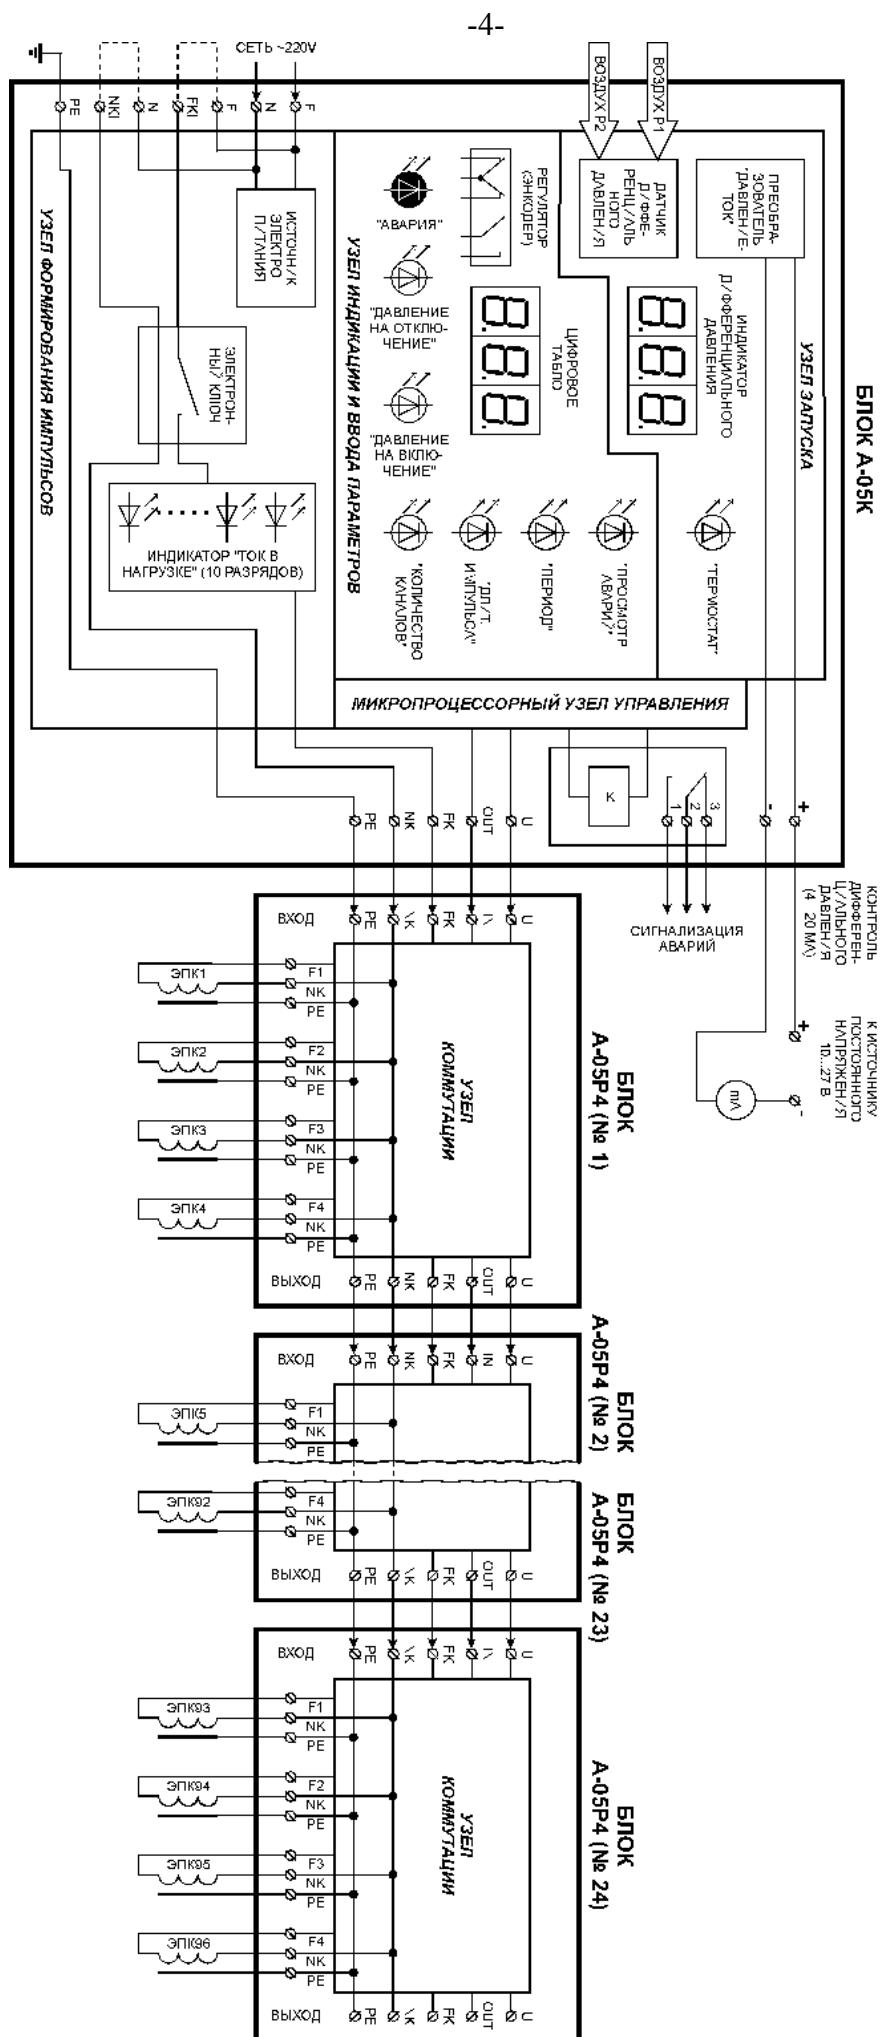
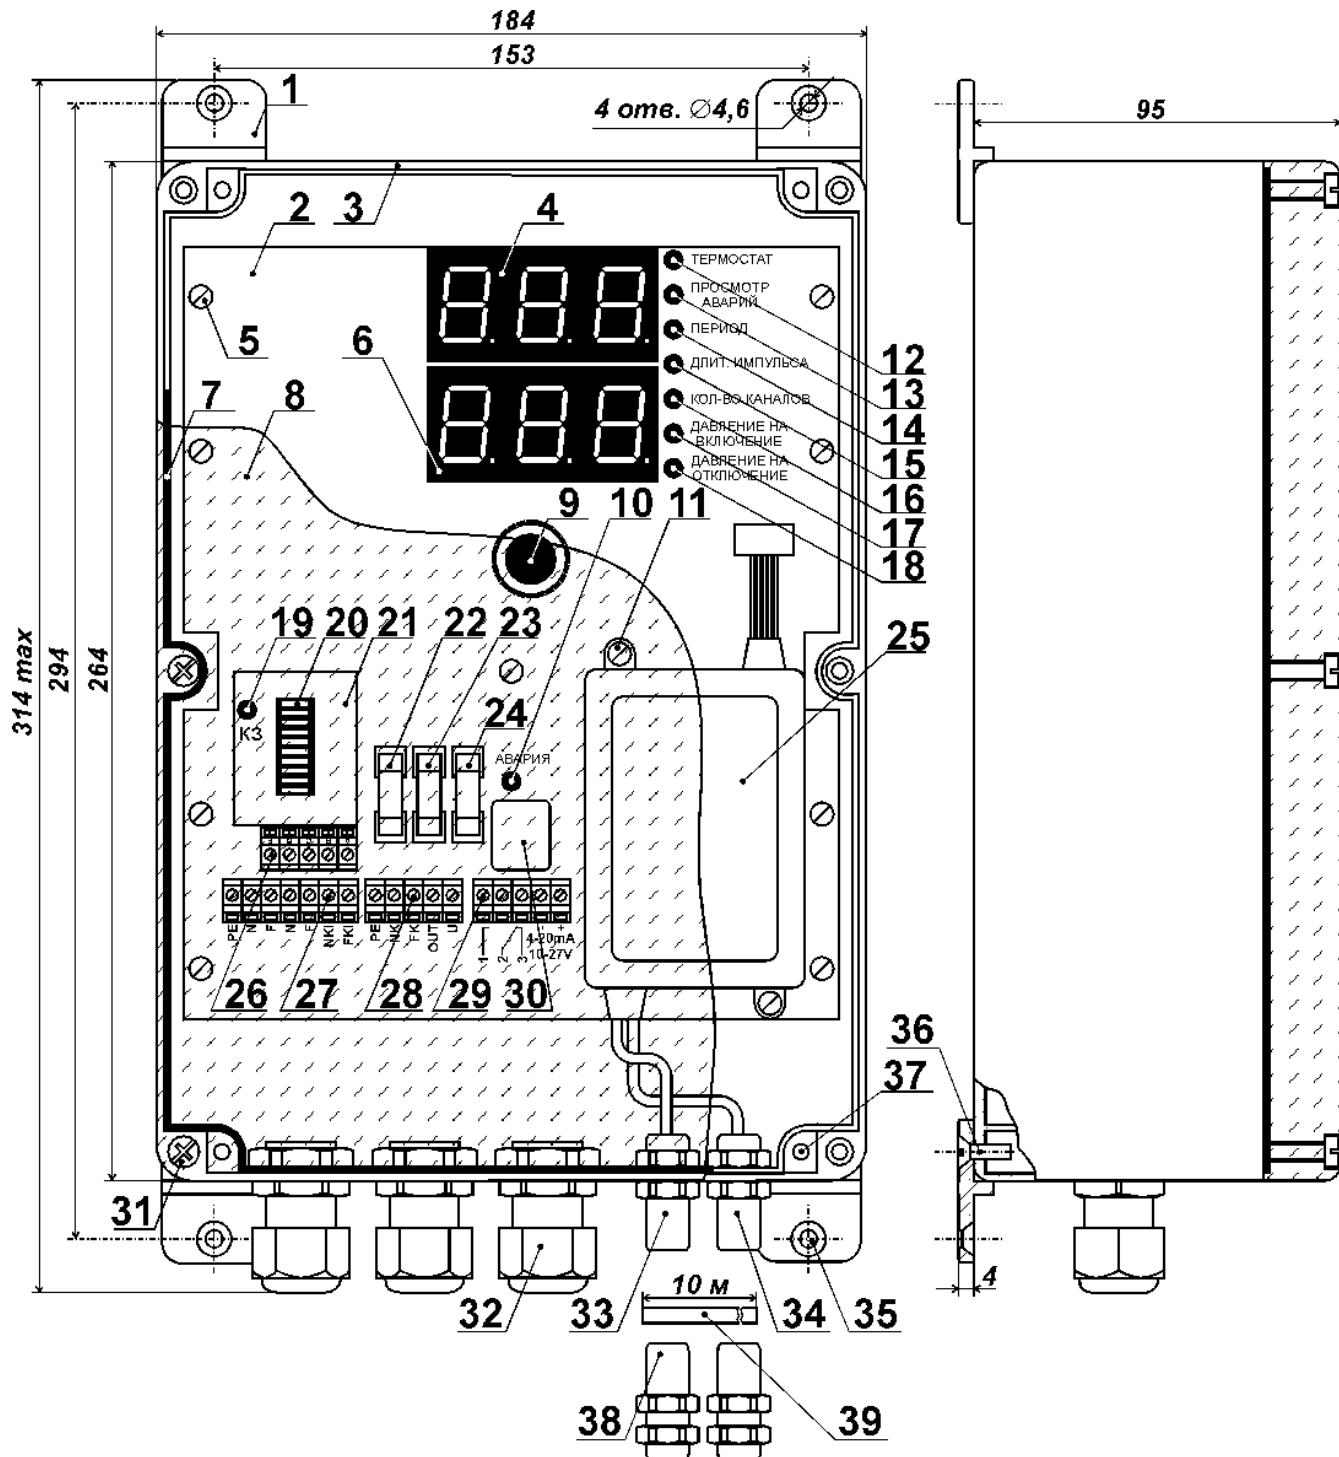
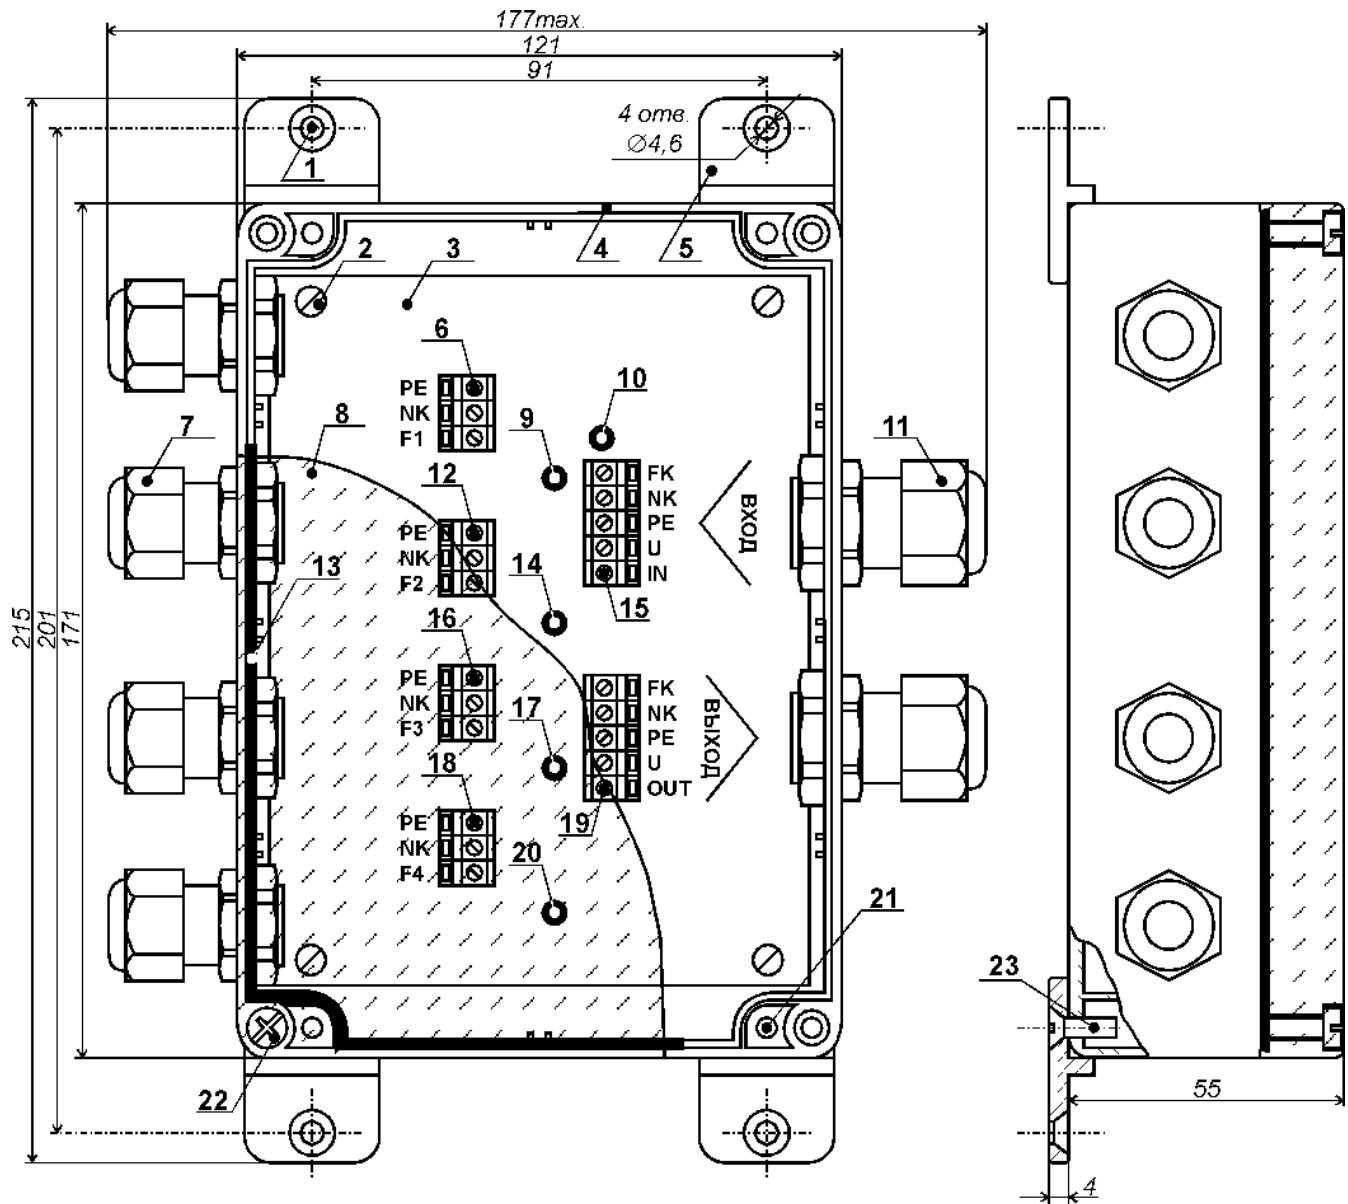

Рис. 1. Работа системы управления регенерацией 96-ручьевого фильтра-циклона.
Рис. 2. Конструкция блока А-05К.
Рис. 3. Конструкция блока А-05Р4.
На рис. 1 показана система, предназначенная для управления регенерацией 96-рукавного фильтра. В данном варианте в состав системы входит максимально возможное количество блоков А-05Р4 – 24 штуки. Все они последовательно соединяются друг с другом, а блок А-05Р4 (№ 1) подключается к блоку управления А-05К.
Процесс регенерации начинается, когда дифференциальное давление превысит пороговое значение («ДАВЛЕНИЕ НА ВКЛЮЧЕНИЕ»). ЭЛЕКТРОННЫЙ КЛЮЧ выдаёт в линию связи импульсы с заданными длительностью и периодом, а также обеспечивает защиту блока от токовых перегрузок и коротких замыканий в цепях ЭПК. Амплитуда импульса определяется напряжением на клеммах «FKI» «NKI». Если ЭПК рассчитаны на подключение к промышленной сети переменного тока, то эти клеммы следует перемычками (показаны пунктиром на рис. 1) соединить с клеммами «F» и «N» соответственно. При использовании других ЭПК на клеммы «FKI» и «NKI» подаётся необходимое напряжение от внешнего блока питания. ИНДИКАТОР «ТОК В НАГРУЗКЕ» позволяет визуально сравнить между собой токи потребления различных ЭПК. ИСТОЧНИК ЭЛЕКТРОПИТАНИЯ формирует необходимые для работы блока напряжения, а также совмещает начало импульса регенерации с моментом перехода сетевого напряжения через ноль.
Конструкция блока А-05К показана на рис. 2.
Конструкция блока А-05Р4 показана на рис. 3.
Для соединения с блоком А-05К или предыдущим (по рис. 1) блоком А-05Р4 служит входной клеммный ряд [поз. 15]. К выходному клеммному ряду [поз. 19] подключается блок А-05Р4 со следующим (по рис. 1) порядковым номером.
6.3. Блоки А-05К и А-05Р4 крепятся четырьмя винтами с резьбой М4 или саморезами диаметром до 4,5 мм. Крепёжные винты (саморезы) вставляются в предназначенные для этого отверстия [рис. 2, поз. 35 и рис. 3, поз. 1].
6.5. Электрическое подключение входящих в систему блоков следует проводить в строгом соответствии с рис. 1.
6.6. Штуцера «Воздух до фильтра» [рис. 2, поз. 33] и «Воздух после фильтра» [рис. 2, поз. 34] подключаются к соответствующим воздуховодам.
6.8. Для удалённого контроля дифференциального давления между клеммами «+» и «-» блока А-05К, согласно рис. 1, соблюдая полярность, последовательно подключаются источник постоянным напряжением от 10 до 27 В и миллиамперметр (либо вход контроллера, рассчитанный на приём токового сигнала диапазона 4 – 20 мА).
6.9. Клеммный ряд входных напряжений [рис. 2, поз. 27] блока А-05К содержит две клеммы «F» и две клеммы «N». Одноимённые клеммы соединены между собой внутри блока. Любая из клемм «N» подключается к нейтрали, а любая из клемм «F» - к фазе промышленной сети переменного тока (187-242 В, 49-51 Гц). При использовании ЭПК с сетевым рабочим напряжением следует установить две перемычки (показаны пунктиром на рис. 1): одну - между оставшейся клеммой «F» и клеммой «FKI», а другую - между оставшейся клеммой «N» и клеммой «NKI».
6.11. Клеммы «U», «FK», «NK» и «PE» блока А-05К соединяются с одноимёнными клеммами на входном [рис. 3, поз. 15] клеммном ряду первого блока А-05Р4. Клемма «OUT» блока А-05К соединяется с клеммой «IN» первого блока А-05Р4 (см. рис. 1).
6.12. Клеммы «U», «FK», «NK» и «PE», расположенные на выходном [рис. 3, поз. 19] клеммном ряду каждого блока А-05Р4 соединяются с одноимёнными клеммами на входном [рис. 3, поз. 15] клеммном ряду следующего (по рис. 1) блока А-05Р4. Клемма «OUT» блока А-05Р4 соединяется с клеммой «IN» следующего (по рис. 1) блока А-05Р4.
6.13. ЭПК подключаются к клеммным рядам блока А-05Р4 поочерёдно, сверху вниз по рис. 3, в порядке возрастания номеров позиций на рис. 3. Если к блоку А-05Р4 должно быть подключено менее 4-х ЭПК, то свободными должны оставаться клеммные ряды с наибольшими (по рис. 3) номерами позиций. В противном случае, при выдаче импульса регенерации на пустой клеммный ряд, система зафиксирует внештатную ситуацию – обрыв ЭПК. С клеммой «PE» соответствующего ряда соединяется провод заземления ЭПК, а его катушка включается между клеммами «NK» и «F_{номер}».
7.1. При подаче питания на блок А-05К индикатор дифференциального давления [рис. 2, поз. 4] показывает перепад давлений воздуха на входе и выходе фильтра (от 0.00 до 4.00 кПа). При прогреве датчика дифференциального давления [рис. 2, поз. 25] до рабочей температуры светодиод «Термостат» [рис. 2, поз. 12] горит красным цветом. Изменение цвета свечения с красного на зелёный означает, что погрешность индикации давления не превышает $\pm 1,5\%$.
7.3. Если дифференциальное давление меньше давления на включение, то система находится в режиме ожидания и цифровое табло [рис. 2, поз. 6] не горит. В противном случае система переходит в режим регенерации, и цифровое табло показывает номер ЭПК, на который будет выдан очередной импульс. В момент импульса индикатор «Ток в нагрузке» [рис. 2, поз. 20] на 10-разрядной светодиодной линейке показывает ток потребления ЭПК.
7.4. В режиме регенерации блок А-05К передаёт питающее напряжение и управляющие сигналы по линии связи. При наличии электропитания в блоке А-05Р4 загорается светодиод [рис. 3, поз. 10] и один из светодиодов [рис. 3, поз. 9, 14, 17 или 20], указывая, на какой из клеммных рядов [рис. 3, поз. 6, 12, 16 или 18 соответственно] будет выдан очередной импульс регенерации.
7.5. Для изменения параметров системы служит энкодер [рис. 2, поз. 9], который представляет собой кнопку с вращающимся валом. При нажатиях на энкодер поочерёдно включаются светодиоды «Период» [рис. 2, поз. 14], «Длительность импульса» [рис. 2, поз. 15], «Количество каналов» [рис. 2, поз. 16], «Давление на включение» [рис. 2, поз. 17] или «Давление на отключение» [рис. 2, поз. 18], позволяя изменить соответствующий параметр системы регенерации. Текущее значение параметра отображается на цифровом табло. Увеличение значения осуществляется поворотом энкодера по часовой стрелке, а уменьшение - против.
7.14. В процессе работы блок А-05К контролирует температуру и показания датчика дифференциального давления, а также работоспособность блоков А-05Р4 и ЭПК. Светодиод «Авария» [рис. 2, поз. 10] и реле управления внешней сигнализацией [рис. 2, поз. 30] срабатывают при следующих внештатных ситуациях:
7.14.1. В течение 5 минут после подачи на блок А-05К сетевого напряжения датчик дифференциального давления не достиг рабочей температуры (+ 40 °C), то есть светодиод «Термостат» [рис. 2, поз. 12] не изменил цвет свечения с красного в зелёный. В данном случае показания датчика игнорируются, и регенерация продолжается непрерывно.
7.16. Сообщение вида «bXX» свидетельствует о том, что блоку А-05К не удалось установить связь с блоком А-05Р4 с номером XX (по рис. 1). В данном случае необходимо проверить исправность линии связи, приходящей на входной клеммный ряд [рис. 3, поз. 15] соответствующего блока А-05Р4, а также целостность одного из предохранителей [рис. 2, поз. 24], установленных в блоке А-05К. Если при следующем нажатии на энкодер светодиод «Просмотр аварий» продолжает гореть, то системой зафиксированы также отказы ЭПК.